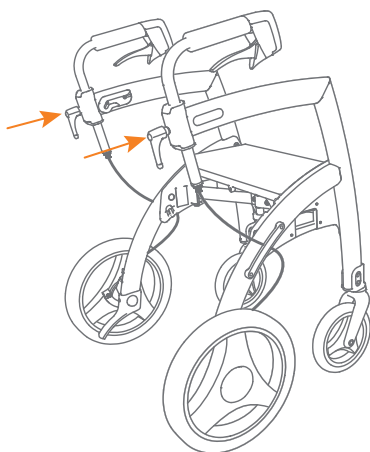

Abbildung 1: Schrauben Sie die zwei Einstellgriffe vor Gebrauch ein.
- a. Schrauben Sie beide Einstellgriffe solange ein, bis es nicht mehr weitergeht. Dann sind die Griffe verriegelt **(Abbildung 1 und 2)**.